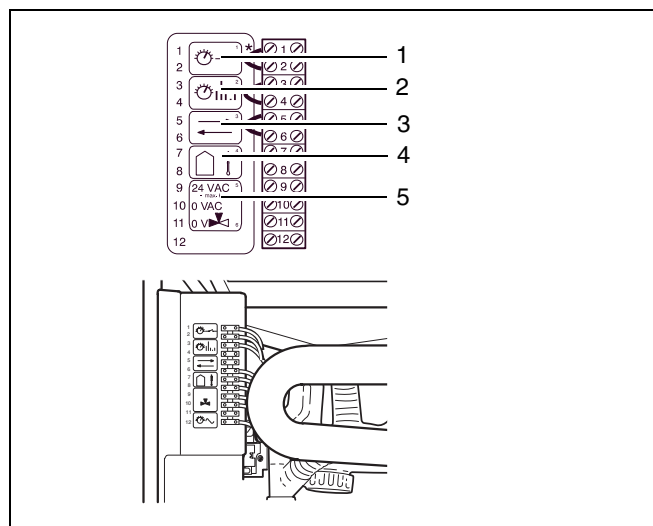

Fig. 13 Racord aparat de reglare
- La robinetul cu 3 căi fără ștecher: Robinetul cu 3 căi se racordează la clemele 9 și 11 ale regletei cu cleme (fig. 13, poz. 5).
- Se îndepărtează puntea iar aparatul de reglare se racordează, conform schemei de conexiuni (fig. 13), la regleta cu cleme.
Legendă la fig. 13: